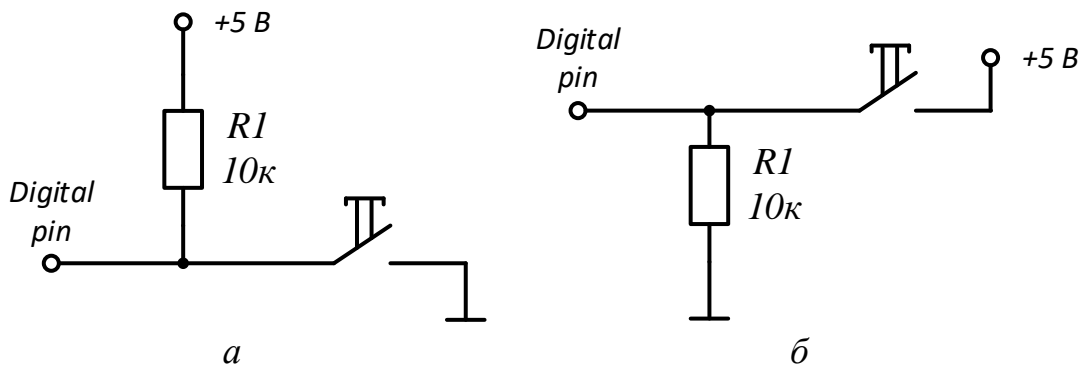

Рисунок 8.1 — Підключення кнопки
Керувати роботою *Arduino* можна за допомогою звичайних кнопок (кнопка на схемі позначається як *SB*), які підключаються до цифрових I/O–виводів. Існує два основних способи підключення кнопки до виводу *Arduino*, рис. 8.1. В першому по замовчуванню на виводі встановлена напруга 5 В (рис. 8.1а), і відповідно мікроконтролер постійно буде зчитувати рівень логічної одиниці з виводу і тільки після натиснення кнопки — рівень логічного нуля. В другому — навпаки, по замовчуванню подається нульовий потенціал, а при натисненні кнопки — +5В (рис. 8.1б), відповідно постійно зчитується логічний нуль, а при натисненні — логічна одиниця.
Яка ж тут умова? Все просто **digitalRead(pin)** буквально означає «зчитати цифрове значення з виводу з номером *pin*». Для того, щоб зрозуміти що власне буде зчитано з виводу *pin* необхідно проаналізувати схему рис. 8.1а.
5. Відключивши *Arduino* від комп'ютера, доповнити схему ще однією кнопкою з підтягувальним резистором (при чому за варіантом рис. 8.1б), підключити її до 13 виводу мікроконтролера. Показати змінену схему викладачу.
4. Що за замовчуванням буде повертати функція *digitalRead(pin)*, якщо до виводу *pin* буде підключено кнопку за варіантом рис. 8.1а (рис.8.1б) і що буде повертатися при натисненні кнопки?